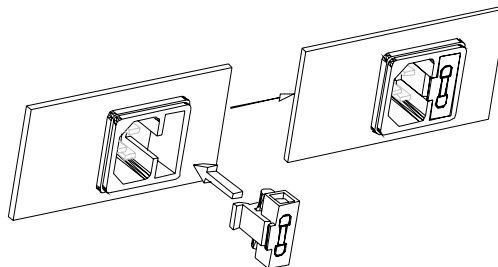

图 3-8b 保险丝安装第二步
2. 如图 3-8b 所示，将保险丝卡座插入交流电源插座内并插紧。